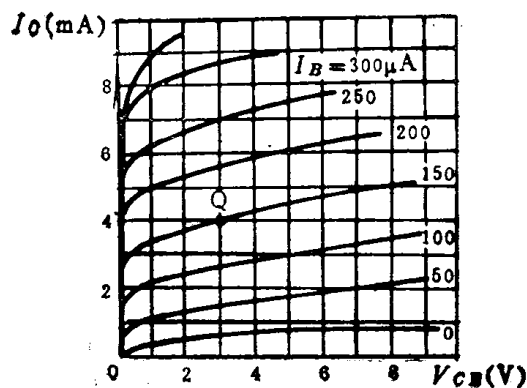

图 1-18
1.27 根据图1-18所示的晶体管3DX31A输出特性曲线, 求: